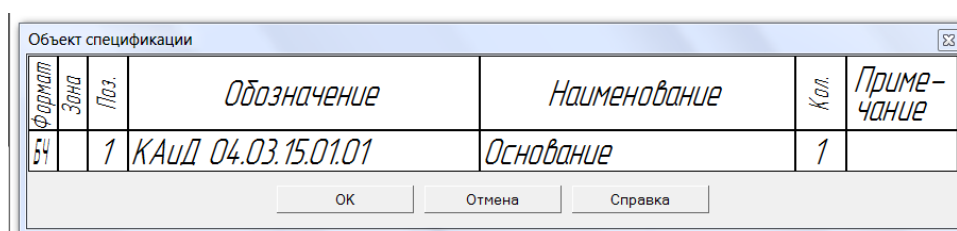

Рисунок 13. – Окно Объект спецификации
- **Обозначение** – КАИД 02.03.15.01.01, где 02 – номер семестра; 03 – номер задания; 15 – номер варианта; 01 – номер сборочного чертежа; 01 – номер детали (рисунок 13).